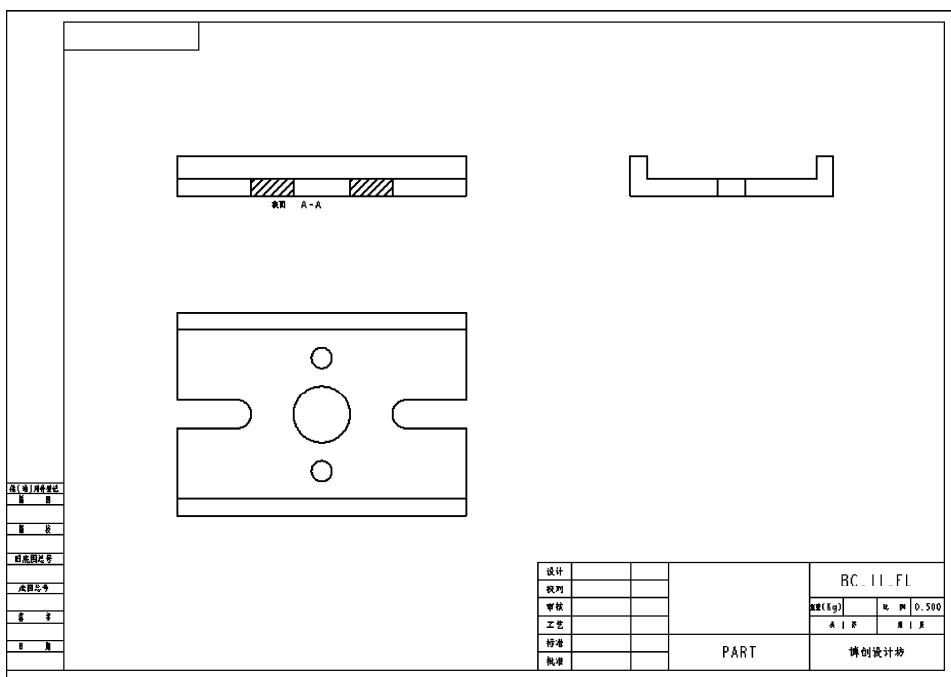

图 11-111 移动视图微调
2) 使用鼠标拖动的方式对各视图在图框内的放置位置进行微调，从而使整个图幅页面显得较为协调与美观，参考效果如图 11-111 所示。